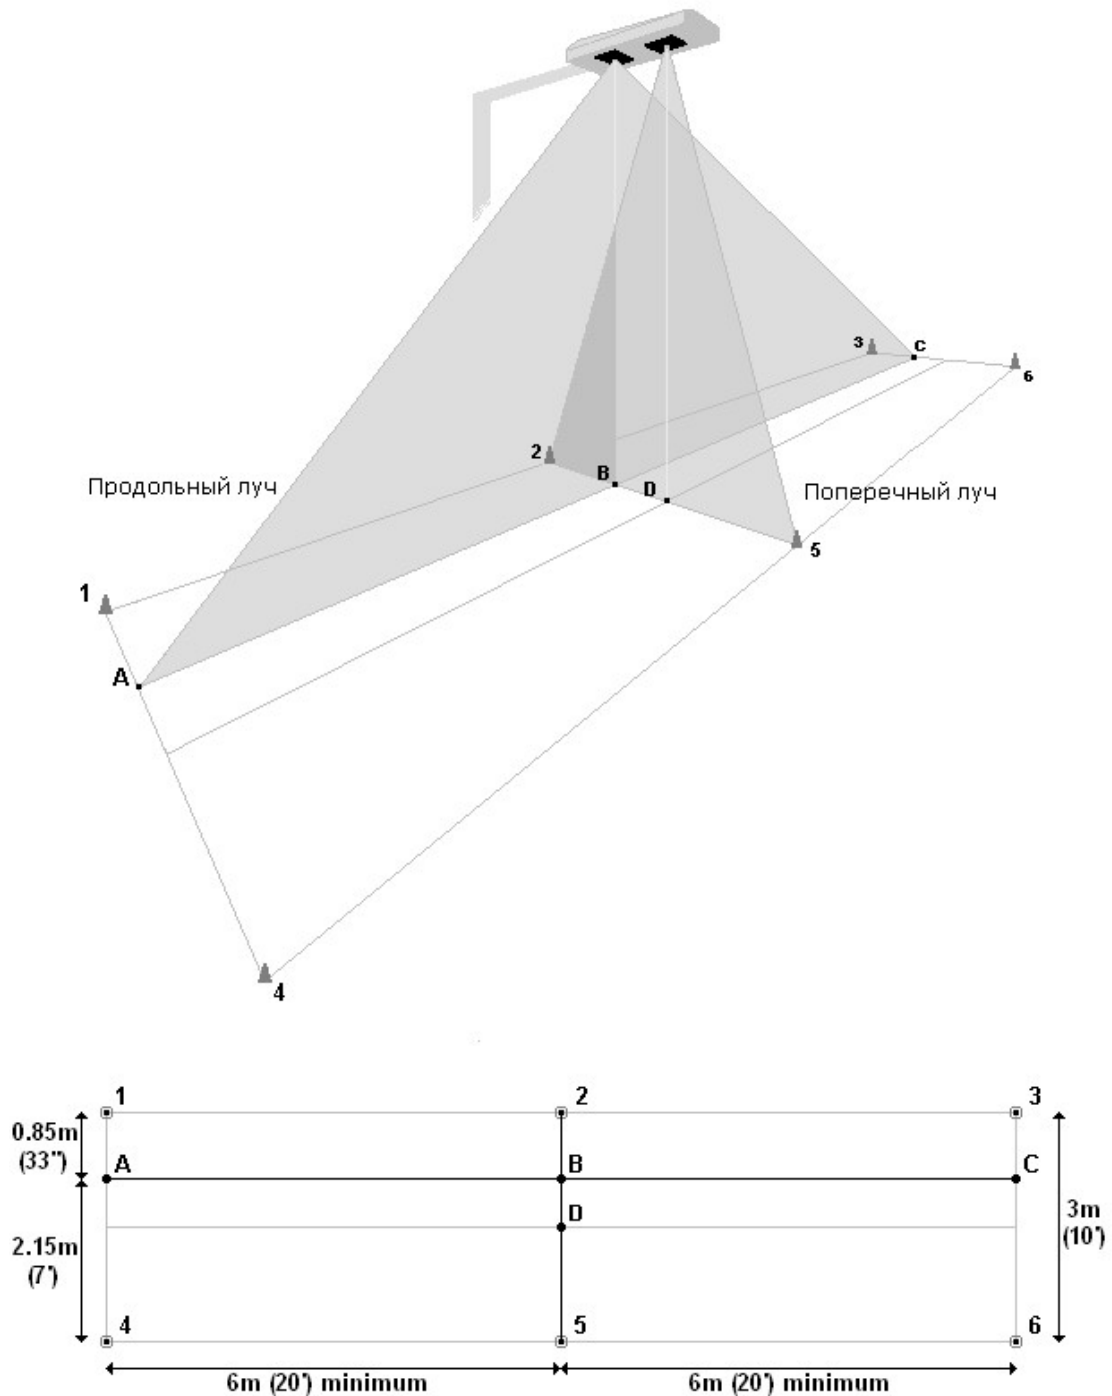

Рисунок 24 – Размещение стандартной зоны сканирования системы LVS для дорожных грузовиков и прицепов
1. Установите систему LVS так, чтобы сканирующая головка была в стабильном положении над поперек зоны сканирования, перпендикулярно к желаемому направлению движения машин через зону сканирования, и выровняйте её относительно земли (рисунок 24). Линзы поперечного лазерного луча (самая